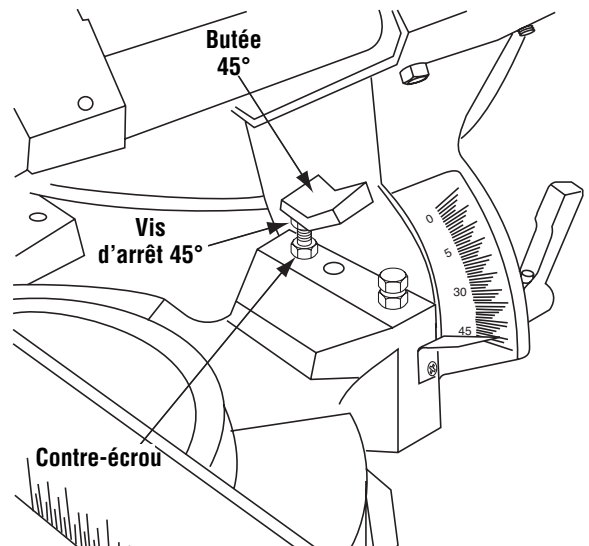

Figure 9. Vis d'arrêt 45° de biseau et contre-écrou
- d. Ajustez la vis d'arrêt de biseau 45° de manière à ce que la tête hexagonale de vis touche la butée 45° au même moment où la lame vient en contact avec toute la longueur de l'équerre. Serrez le contre-écrou 45° (Figure 9).